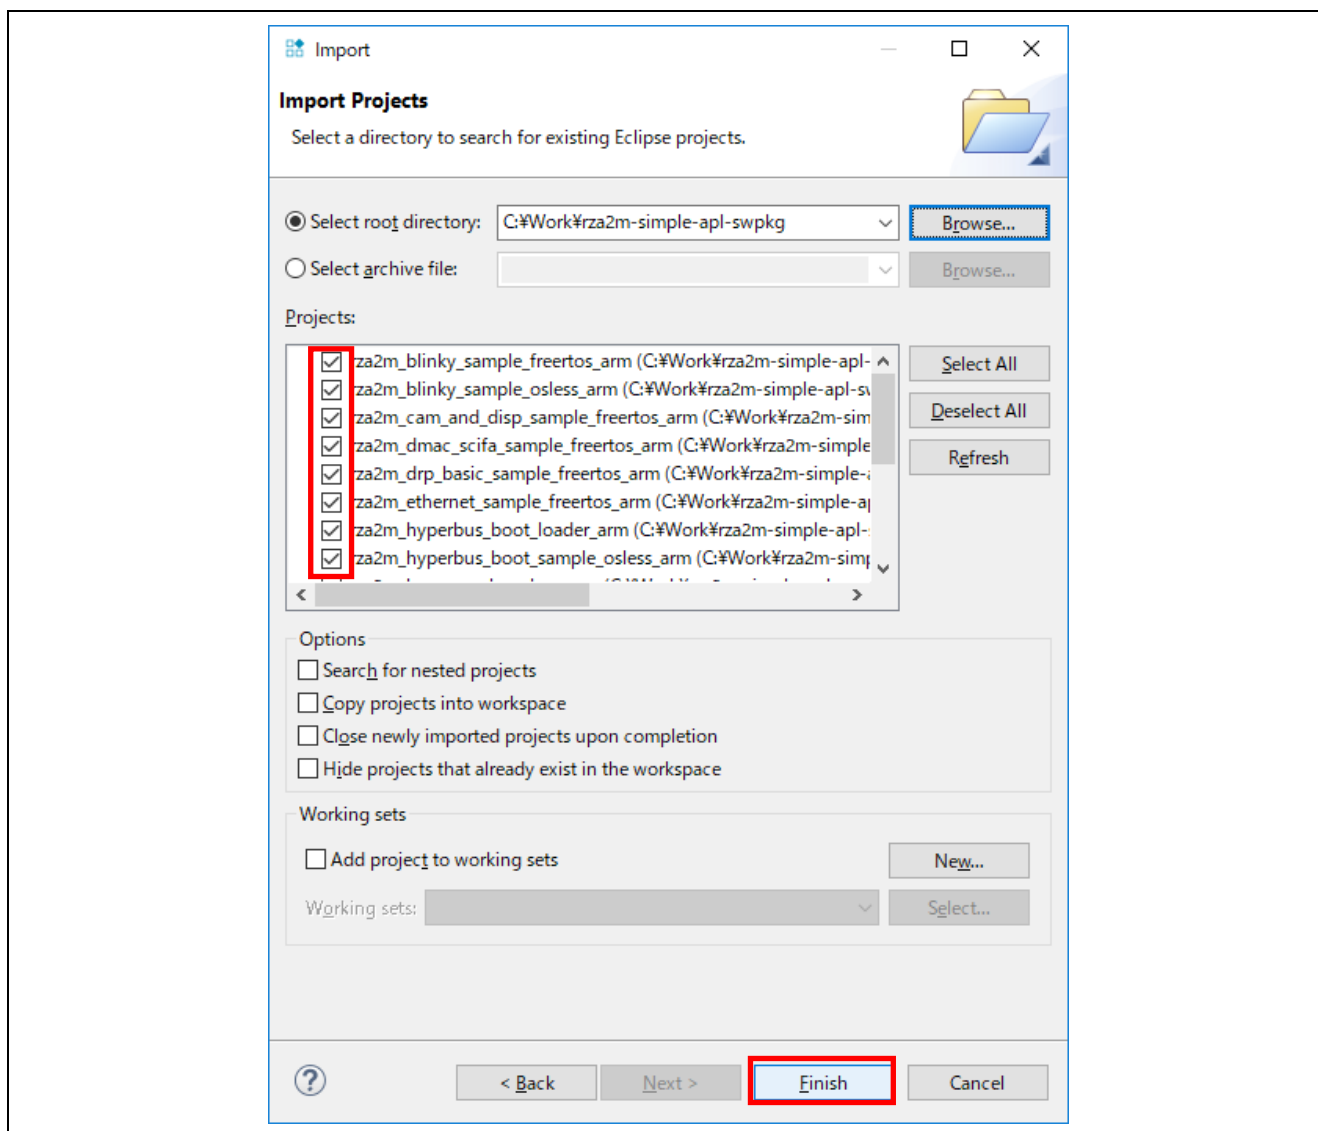

図 3-5 ターゲットプロジェクトのインポート
- ターゲットプロジェクトがチェックされていることを確認し "Finish" ボタンをクリックします(図 3-5)。